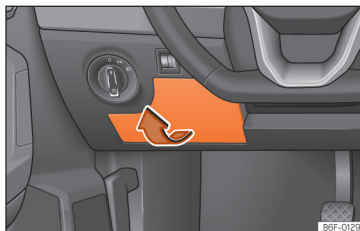

Fig. 48 No painel de instrumentos do lado do condutor: tampa da caixa de fusíveis.
- Abrir: retire a tampa da caixa de fusíveis no sentido da seta »» **Fig. 48**.